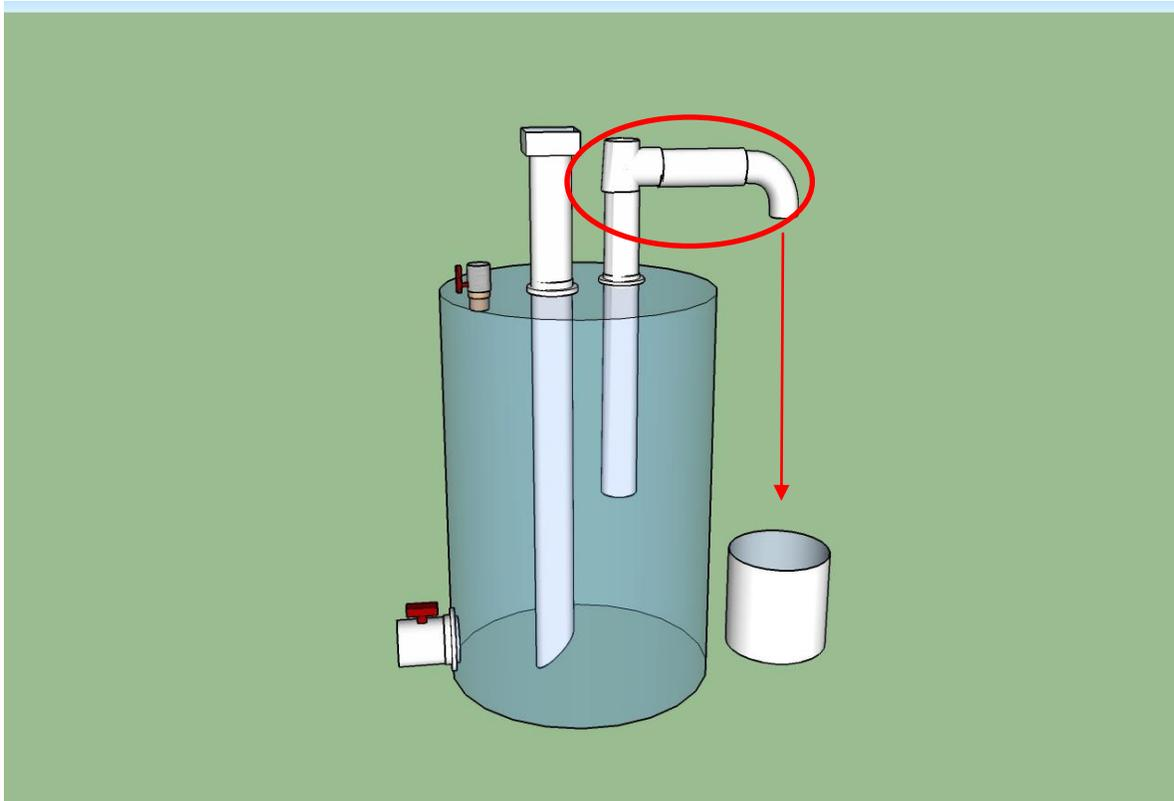

Imagen 5 Accesorios desagote
e) En la parte superior del tubo de salida del digestato, deberá colocarse una unión en "T", un pedazo adicional de caño de 60 mm, y un codo a 90°, de manera tal de poder evacuar el digerido a un balde de desagote (Ver imagen 5).